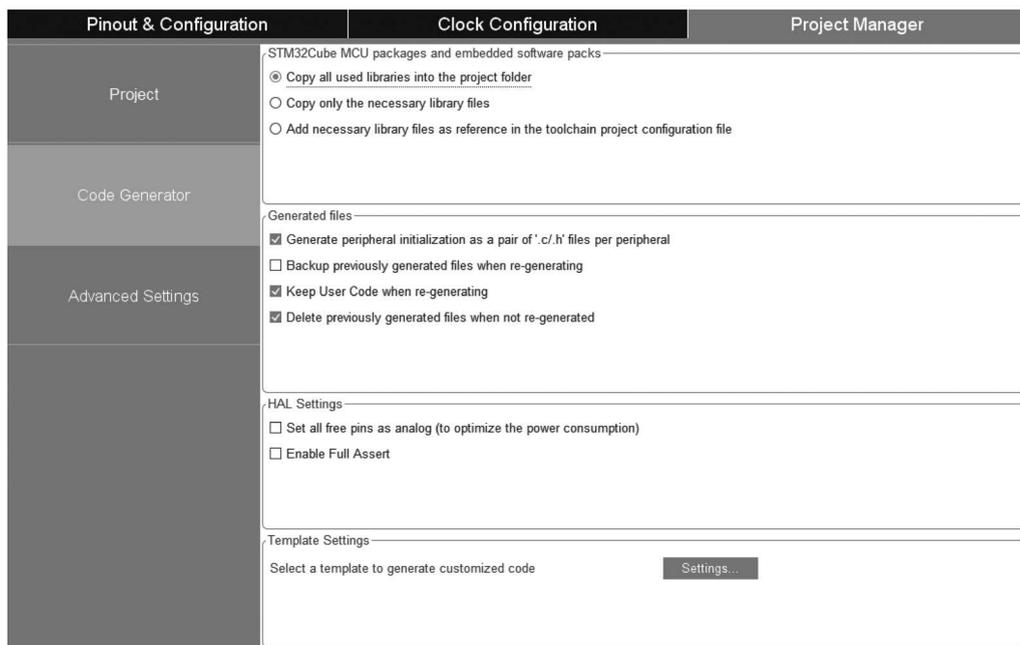
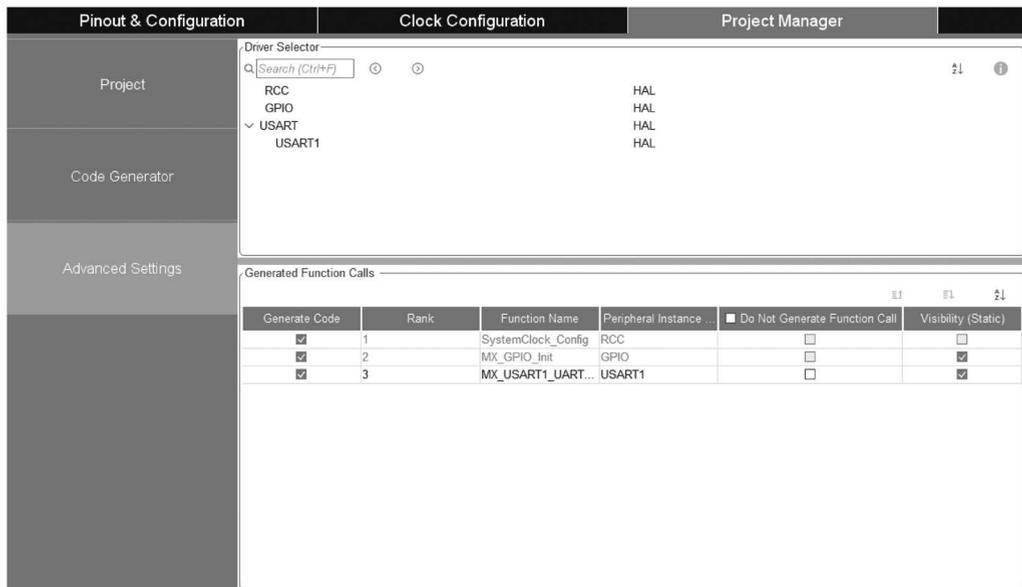

图 3-25 Code Generator 界面
图 3-26 Advanced Settings 界面
Code Generator 界面如图 3-25 所示,用于设置生成代码时的一些特性。
Advanced Settings 界面如图 3-26 所示,分为上、下两个列表。
(2) Generated Function Calls 列表:对生成函数的调用方法进行设置。图 3-26 下方的表格列出了 MCU 配置的系统功能和外设的初始化函数,列表中的各列如下。
① Function Name 列是生成代码时将要生成的函数名称,这些函数名称是自动确定的,不能修改。
② Do Not Generate Function Call 列:如果勾选了此项,在 main() 函数的外设初始化部分不会调用这个函数,但是函数的完整代码还是会生成的,如何调用由编程者自己处理。
③ Visibility(Static)列用于指定是否在函数原型前面加上 static 关键字,使函数变为文件内的私有函数。如果在图 3-25 中勾选了 Generate peripheral initialization as a pair of ‘.c/.h’ files per peripheral 复选框,则无论是否勾选 Visibility(Static)复选框,外设的初始化函数原型前面都不会加 static 关键字,因为在 .h 文件中声明的函数原型对外界就是可见的。